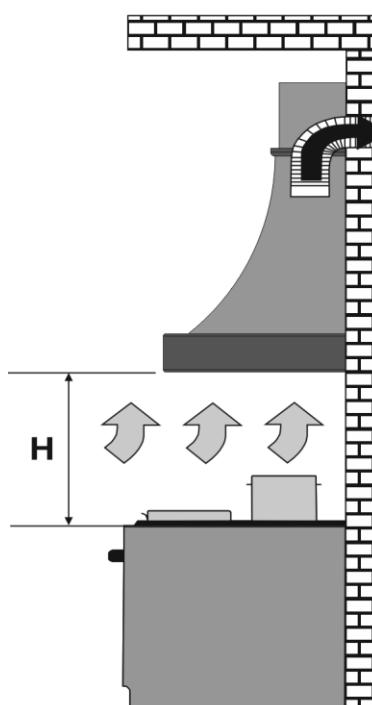

Рис.1
- в режимі відводу повітря в стаціонарну вентиляційну шахту (димохід) кухні з використанням гофрованих алюмінієвих повітроводів Ø120мм – (рис.1);
1.11 Увага! Витяжка монтується на стіні над електроплитами на віддалі 650-750мм, а над газовими плитами на відстані 750-850мм від робочої поверхні плити (рис.1).
4.5 При монтажі витяжки на необхідній наставній висоті **H** над плитою (рис.1) для відводу повітря в димохід використовувати повітровід Ø150/Ø120мм. Менший діаметр створить додатковий опір повітрю, що призведе до збільшення шуму і вібрації, а також до перегріву двигуна.
- в режимі відводу повітря в димохід кухні (рис.1);